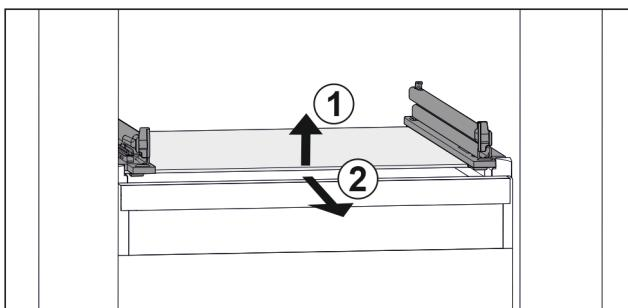

Fig. 82 Príklad zobrazenia sklenej dosky
- Nadvihnite sklenenú dosku vpred. Fig. 82 (1)
- Odoberte sklenenú dosku dopredu. Fig. 82 (2)